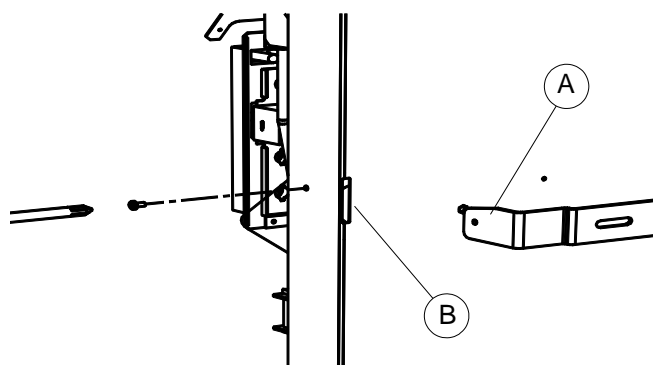

Figura 10 – Particolare di aggancio
12. Calzare le asole B alle estremità A della staffa di supporto e premere il radiatore contro la parete in modo che vada a battuta sulla staffa di supporto (vedi Figura 10).
13. Fissare il radiatore alla staffa di supporto per mezzo delle due viti laterali come indicato in Figura 10.